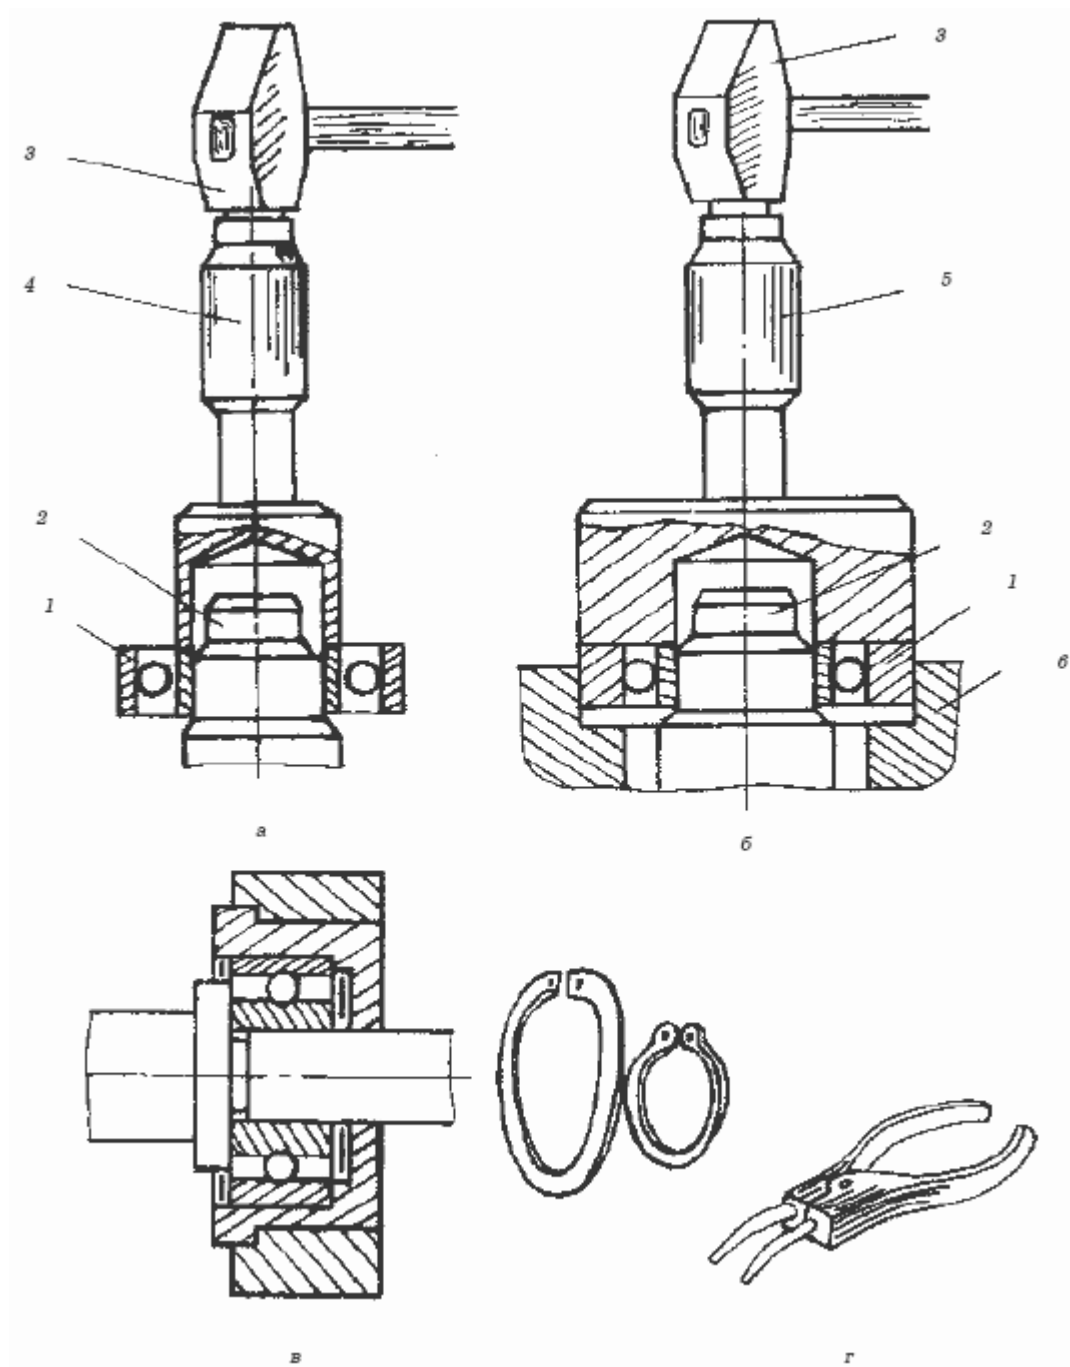

Рис. 45. Монтаж шарикоподшипника:
- во избежание осевого смещения колец подшипника во время эксплуатации механизма кольца фиксируют пружинным кольцом, которое закладывают в канавки вала (рис. 45).